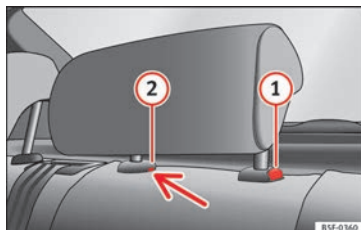

Fig. 106 Apoyacabezas trasero central: punto de desbloqueo.
- Para ajustar el apoyacabezas a una altura menor, pulse la tecla **1** » » » **fig. 106** y desplácelo hacia abajo.
- Pulse la tecla **1** » » » **fig. 106** y saque al mismo tiempo el apoyacabezas del respaldo » » » .
- Introduzca un destornillador en la posición **2** » » » **fig. 106** del agujero y saque al mismo tiempo el apoyacabezas del respaldo » » » .